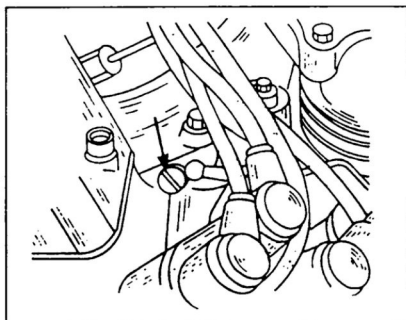

Рис. 149. Регулировка холостого хода. Стрелкой указан регулировочный винт.
- ♦ Винтом холостого хода (см. стрелку на рис. 149) отрегулировать частоту вращения в пределах 750...850 об/мин.